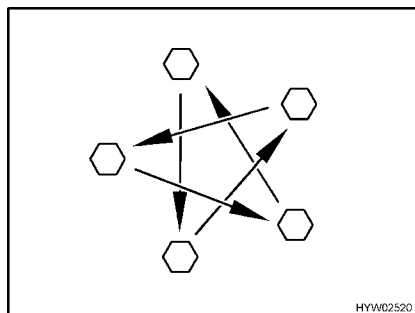

Bild 198 Dra åt hjulmuttrarna eller hjulbultarna korsvis
- Kontrollera regelbundet att hjulmuttrarna eller hjulbultarna är ordentligt åtdragna. Om du har bytt däck ska hjulmuttrarna eller hjulbultarna dras åt efter 5 mils körning (Bild 198). Åtdragningsmoment, se avsnitt 14.5.2.
- Då nya eller nylackerade fälgar används bör hjulmuttrarna eller hjulbultarna dras åt efter ca 100 till 500 mil (Bild 198).
- ▷ Dra åt hjulmuttrarna eller hjulbultarna korsvis (Bild 198).